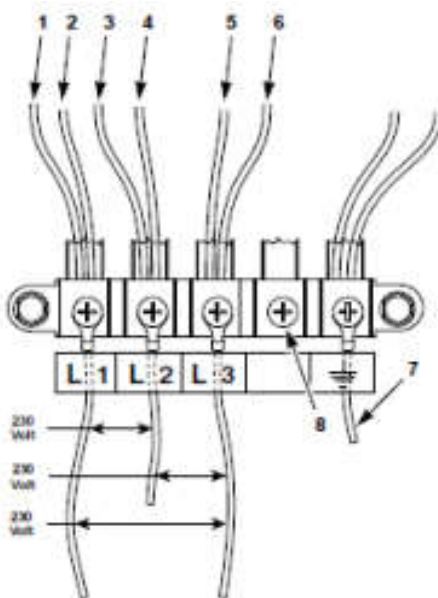

Рисунок 27
9. Разместите табличку 801292 (поставляется в комплекте) под клеммную колодку. Смотрите *Рисунок 27*.